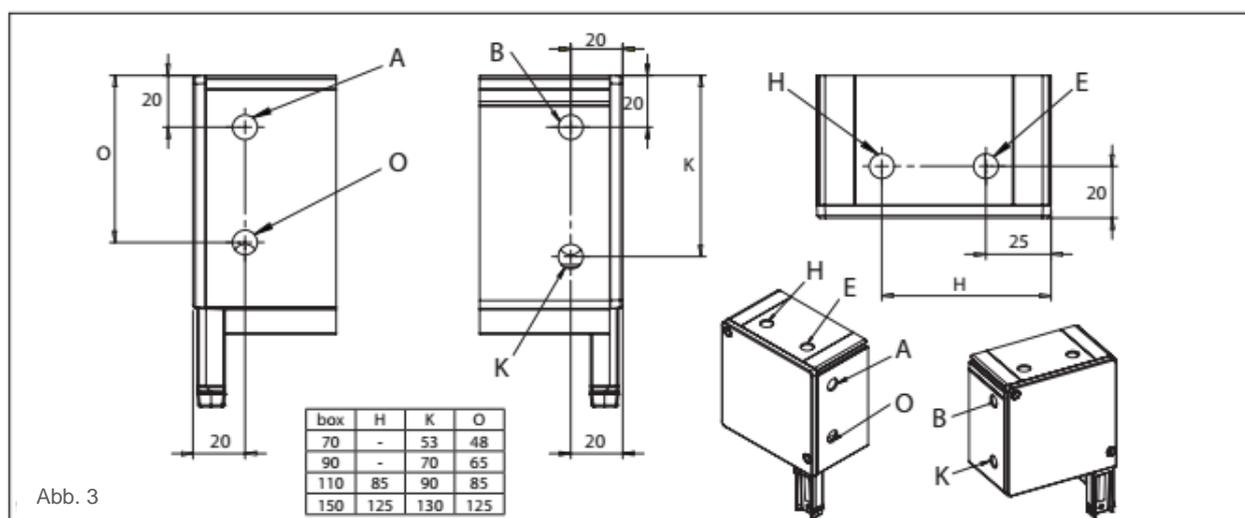

Abb. 3
- Für Motorbedienung wird ein Bohrer \varnothing 10 mm verwendet, siehe hierzu Abb. 3, Seite 3.